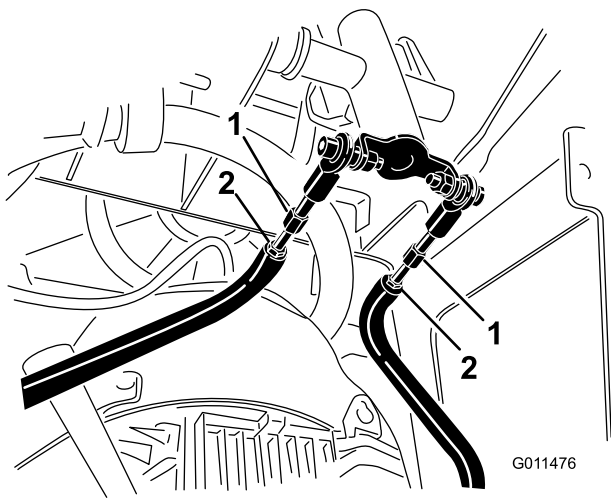

Bild 57
- D. Lösen Sie die Klemmmuttern an den Zugstangen unter dem Bedienfeld (Bild 57).